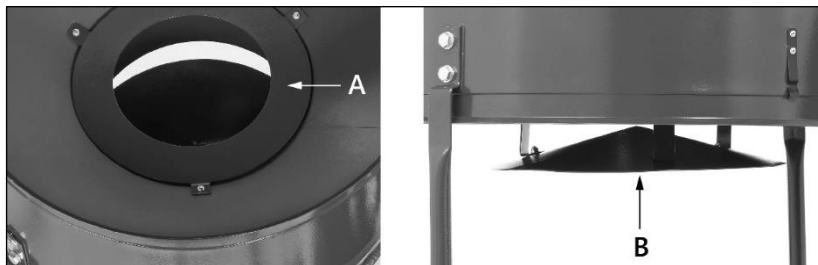

Рисунок 7.
5) С помощью винтов и гаек прикрепите сначала кронштейн конусной пластины А (рис. 7) в корпус установки, затем к кронштейну прикрепите конусную пластину В, как показано на рисунке.